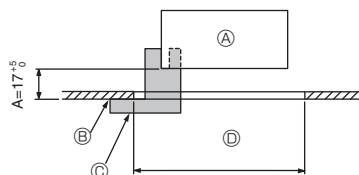
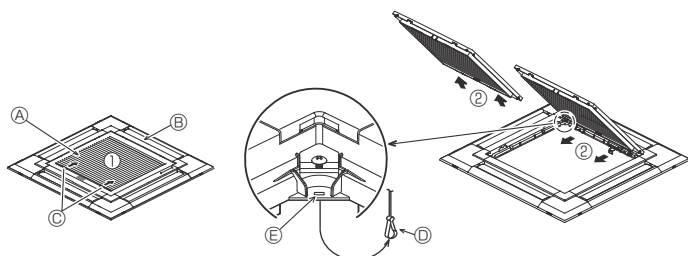
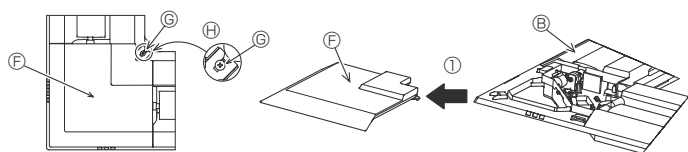

Fig. 9-2
Fig. 9-3
Fig. 9-4
①	Gitter	1	950 × 950 (mm)
②	Installationsmessgerät	1	(In 4 Teile unterteilt)
③	Drahtlose Fernbedienung	1	für PLP-6EALM
④	Fernbedienungshalter	1	Im Lieferumfang enthalten, wenn die drahtlose Fernbedienung vorhanden ist.
⑤	LR6-AA-Batterien	2	Im Lieferumfang enthalten, wenn die drahtlose Fernbedienung vorhanden ist.
⑥	3,5 × 16 Gewindeschneidschrauben	2	Im Lieferumfang enthalten, wenn die drahtlose Fernbedienung vorhanden ist.
9.2. Vorbereitung zum Anbringen des Gitters (Fig. 9-2)
- Mit der mit diesem Bausatz gelieferten Lehre ② die Position des Hauptgeräts im Verhältnis zur Deckenoberfläche überprüfen. Wenn das Hauptgerät im Verhältnis zur Deckenoberfläche nicht richtig positioniert wird, kann Luft austreten, oder es kann sich Kondensationsflüssigkeit ansammeln.
- Ⓒ Installationsmessgerät ② (in das Hauptgerät eingeführt)
9.2.1. Das Ansauggitter abnehmen (Fig. 9-3)
- Zum Öffnen des Ansauggitters die Hebel in die Richtung, die durch Pfeil ① gekennzeichnet ist, schieben.
- Das Scharnier des Ansauggitters bei geöffnetem Ansauggitter (Position „offen“) vom Gitter wie durch Pfeil ② gekennzeichnet, abnehmen.
9.2.2. Die Eckplatte abnehmen (Fig. 9-4)
- Die 4 Schrauben an der Ecke lösen. Die Eckplatte in Pfeilrichtung ① in der Abbildung schieben und die Eckblende abnehmen.
[Fig.9-3] [Fig.9-4]